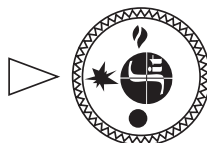

Рис. 8
- 7.3. Для розжига пилотной горелки ручка управления переводится в положение «**искра**» (рис. 8).